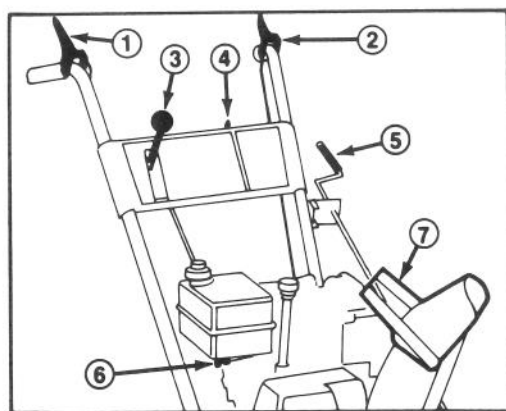

Abbildung 13
Räumwerk-kupplungshebel (Abb. 13) — Dieser Hebel hat zwei Stellungen: EIN und AUS. Zum Einschalten des Räumwerks und Gebläses den Hebel zum linken Griffholm drücken. Um den Antrieb zu stoppen, den Hebel loslassen.
Antriebshebel (Abb. 13) — Zur Betätigung des Antriebs, den Hebel zum linken Griffholm drücken. Um den Antrieb zu stoppen, den Hebel loslassen.
Geschwindigkeitsschalter (Abb. 13) — Dieser Schalter hat vier Stellungen: Rückwärts, 1, 2 und 3. Zum Einlegen der Gänge den Hebel in die gewünschte Stellung bringen. Der Hebel sperrt sich in jeder Gangstellung in die entsprechende Kerbe. Die Stellungen 1, 2 und 3 entsprechend der Schneeverhältnisse verwenden.
Zündschloß (Abb. 13) — Das Zündschloß hat zwei Stellungen: EIN und AUS. Den Zündschlüssel EIN drehen, ehe der Motor mit dem Rücklaufstarter angeworfen wird. Zum Abstellen des Motors den Schlüssel auf AUS drehen.
Benzinhahn (Abb. 13) — Der Benzinhahn befindet sich unten am Kraftstofftank. Den Benzinhahn schließen, um den Kraftstofffluß vom Kraftstofftank zu stoppen. Den Hahn öffnen, damit das Benzin in den Vergaser fließen kann. Den Benzinhahn schließen, wenn die Fräse nicht im Betrieb ist.
Auswurfschwenkkurbel (Abb. 13) — Wird die Kurbel nach rechts gedreht, schwenkt der Auswurf nach links; wird die Kurbel nach links gedreht, so schwenkt der Auswurf nach rechts.
Griff am Ablenkblech (Abb. 13) — Der Ablenkblech-Griff sitzt oben am Auswurf und bestimmt die Schneeaushöfhe.
3. Den Benzinahn unten am Kraftstofftank öffnen (Abb. 13).
5. Den Zündschlüssel auf EIN drehen (Abb. 13).
1. Räumwerkklupplungshebel und Antriebshebel lösen (Abb. 13)